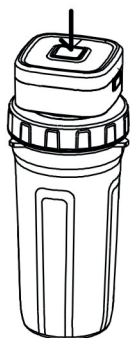

Fig 17
- Sæt vakuumpumpen (8) på vakuumlåget (13). Tryk på knappen for at starte vakuumprocessen. Processen afsluttes automatisk. Fig. 17.